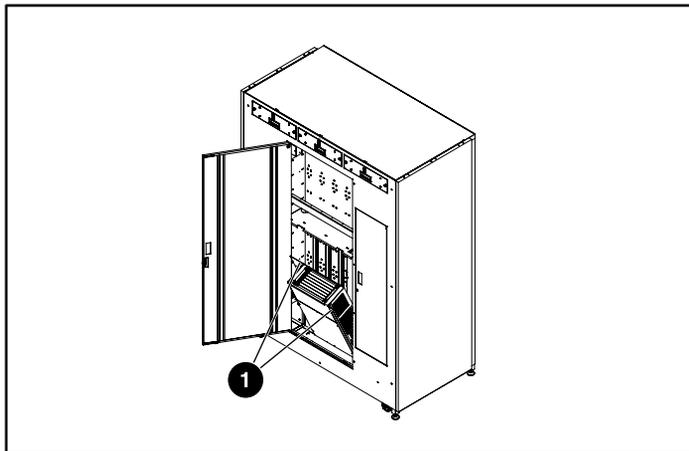

Figure 9 : Basculement et retrait du compartiment électronique
3. Desserrez les deux vis captives au-dessus de l'armature du compartiment électronique et faites basculer le compartiment électronique pour le sortir de l'armoire (reportez-vous à la Figure 9).